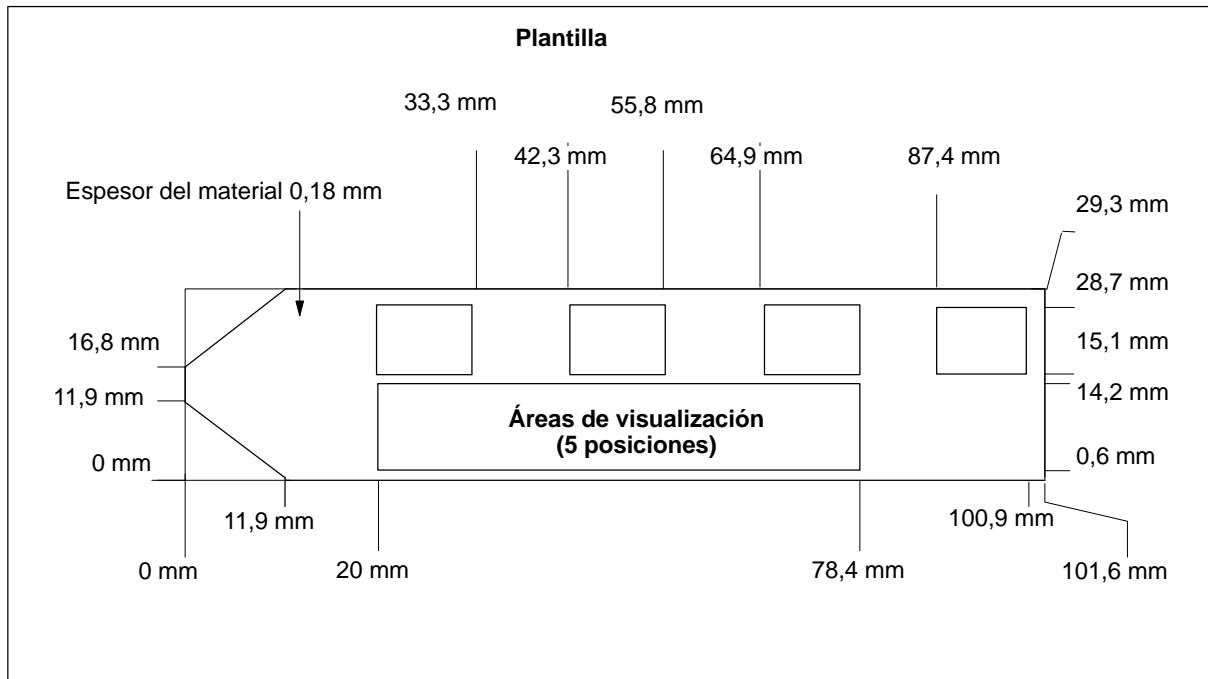

Figura 1-3 Personalizar el teclado del TD 200
Para el teclado se dispone de una plantilla extraíble (v. fig. 1-2) que se puede personalizar. La figura 1-3 muestra las dimensiones de la plantilla de teclado del TD 200.
3. Rotule el dorso de la plantilla o confeccione una nueva plantilla conforme a las dimensiones indicadas en la figura 1-3.